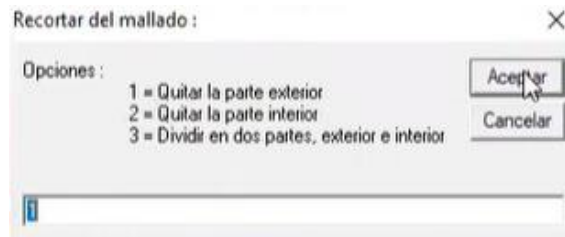

Figura 423. Recortar enmallado.
55. En la primer ventana emergente seleccionar la opción “1 = Quitar la parte exterior” y presionar “Aceptar”. Figura 423.